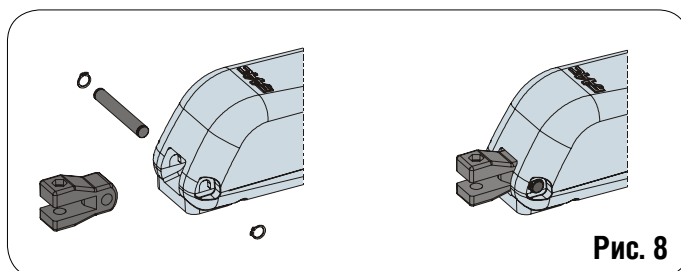

Рис. 8
- 2) Закрепите задний фиксатор на приводе, как показано на Рис.8